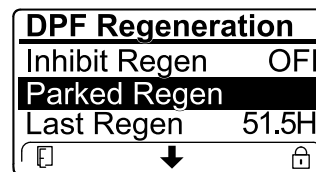

Figura 81
- Si el ordenador del motor solicita una regeneración de recuperación o si está procesando una regeneración de recuperación y se desplaza hasta la opción PARKED REGEN (Regeneración con la máquina aparcada), la regeneración con la máquina aparcada se bloquea y aparece el icono del candado (Figura 81) en la esquina inferior derecha del InfoCenter.